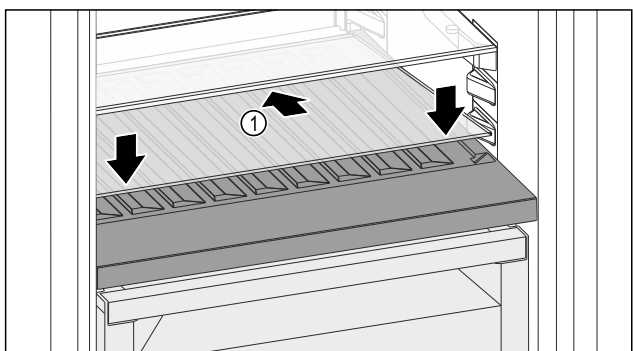

Fig. 93
- ▶ 向后下方倾斜放置玻璃隔板 Fig. 93 (1)。
- ▶ 放低玻璃隔板 Fig. 93 (1) 前部。